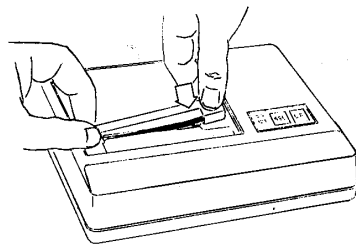
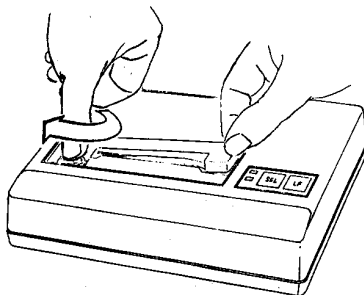

图 2-5 先放左端
图 2-6 按箭头方向转动旋钮
3、取新的色带盒，掌握色带盒的姿势同步步骤 2。首先将左端轻轻放在机头左端的齿轮轴上，右端稍微抬起，不要放下，如图 2-5 所示。这时如发现左端压下时较吃力，请再抬起色带盒，如图 2-6 所示，右手拿稳色带盒，左手拇指按住色带盒左面的旋钮，按箭头方向稍微转动一下，再重新放下色带盒。这个过程也许要重复几次。